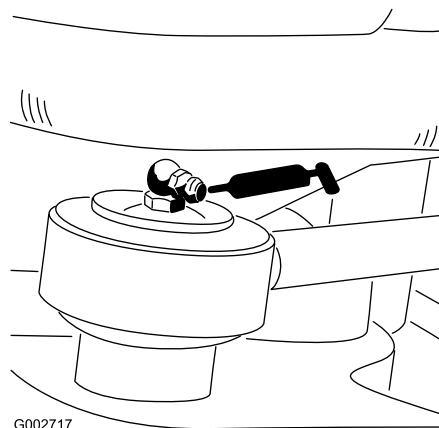

Рисунок 23
- Конец штока гидроцилиндра рулевого управления (1 шт.) – только для модели 08705 (Рисунок 23)